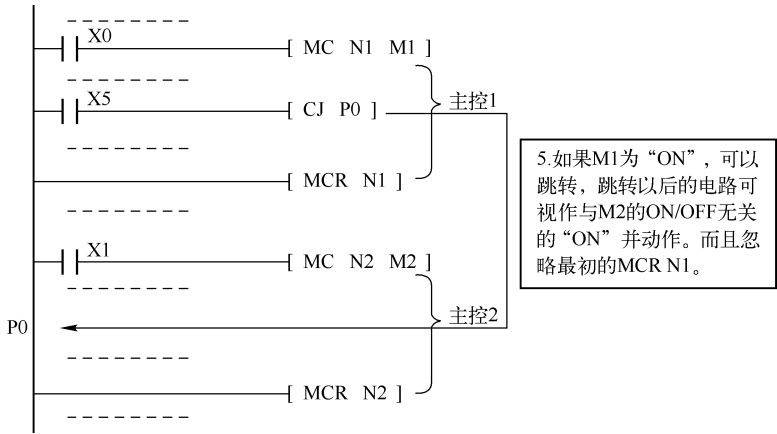

图 8-10 一个主控区内跳到另一个主控区
- ① 对跳过整个主控区（MC ~ MCR）的跳转不受限制，当 X0 为 ON，则（CJ P0）跳转。
- ② 从主控区外跳到主控区内时，跳转独立于主控操作，当 X1 为 ON，则（CJ P1）执行时，不论 M0 状态如何，主控均作 ON 处理。
- ③ 在主轴区内跳转时，如 M0 为 OFF，跳转不可能执行。
- ④ 从主轴区内跳到主控区外时，M0 为 OFF 时，跳转不可能执行；M0 为 ON 时，跳转条件满足可以跳转，这时 MCR 被忽略，但不会出错。
- ⑤ 从一个主轴区内跳到另一个主轴区内时，当 M1 为 ON 时，可以跳转。执行跳转时不论 M2 的实际状态如何，均看做 ON。MCR N0 被忽略，如图 8-10 所示。